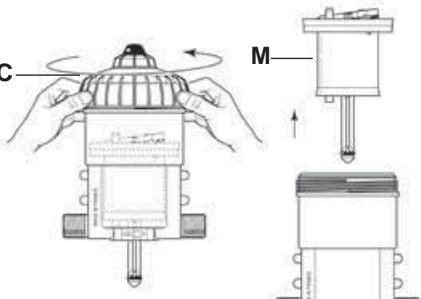

Abb. 19
- Den Deckel von Hand losschrauben (**Abb. 19-C**) und abnehmen.